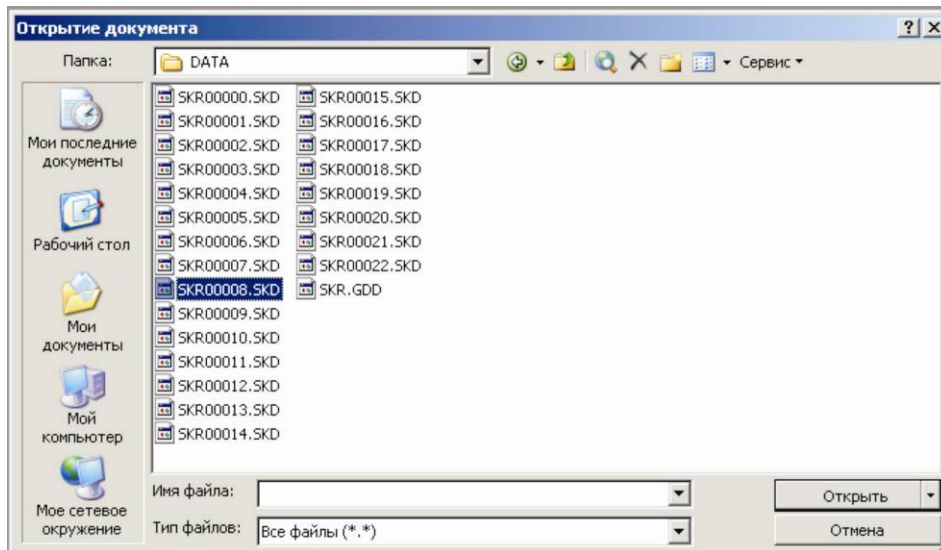

Рисунок 2.17 – Открытие документа
- 2) Выбрать команду «Файл. Открыть» (рисунок 2.17);